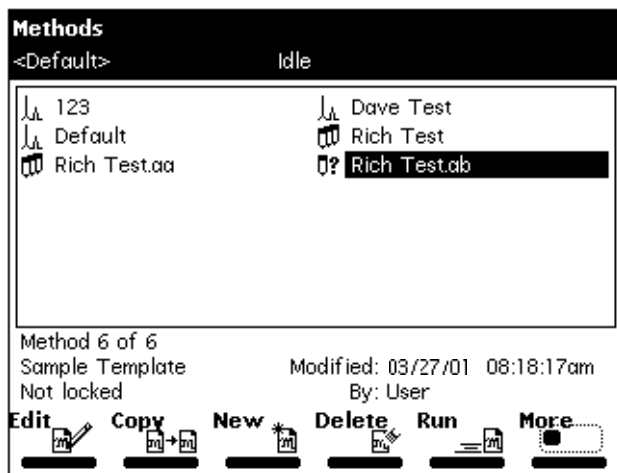

图 6-2 方法屏幕
1. 在 Main（主）屏幕中，按 **Develop Methods**（创建方法）屏幕键。Methods（方法）屏幕（图 6-2）即会出现并显示以下内容：